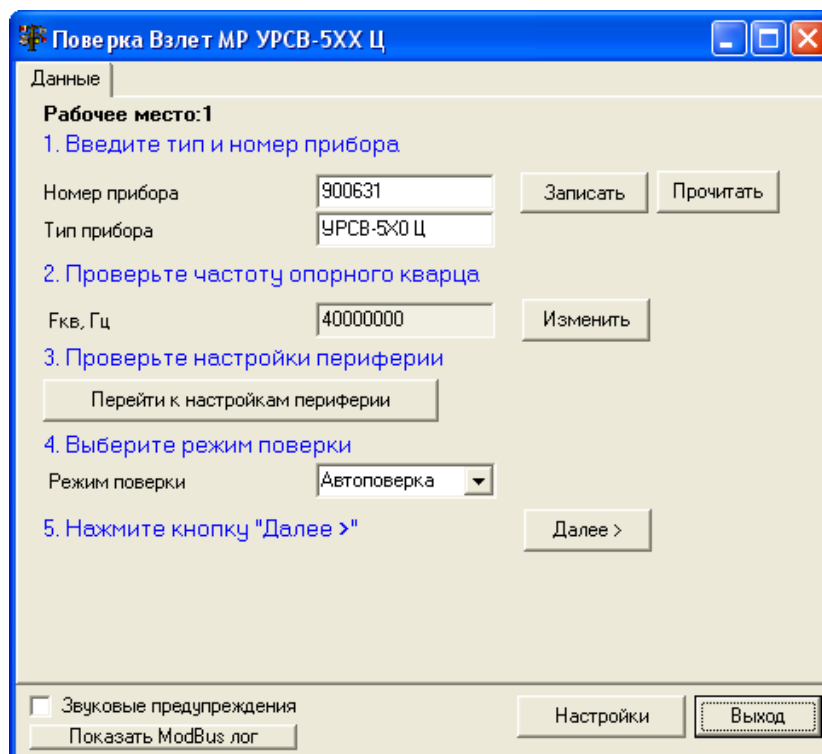

Рис.25. Окно программы «Данные».
2.6.4. Нажмите кнопку **Далее**. Окно программы примет вид, показанный на рис.25.
Нажмите кнопку **Прочитать настройки**. После успешного завершения чтения нажмите кнопку **Ок**. Допускается ручная установка настроек. Для этого необходимо отметить параметры в окне **Тип дополнительного слота 1** и **Тип дополнительного слота 2**. Далее нажать кнопки **Записать** и кнопку **Ок**. На мониторе появится вкладка (рис.25) и нажмите кнопку **Далее**.